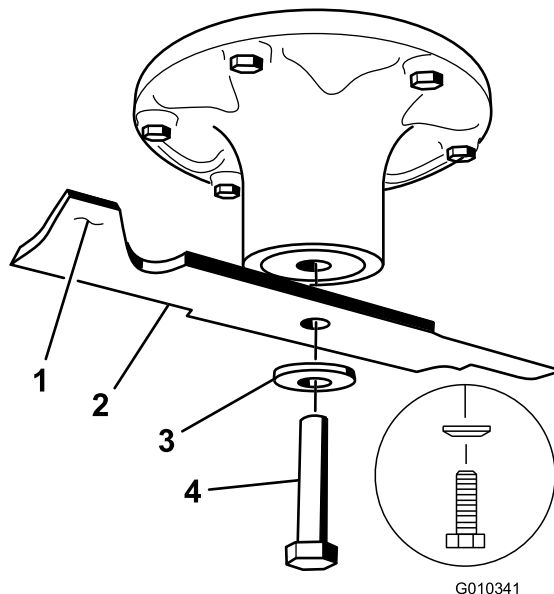

Рисунок 68
2. Отверните болт ножа, снимите изогнутую шайбу и нож с вала шпинделя (Рисунок 68).
1. Установите нож на шпindelь (Рисунок 68).
2. Установите изогнутую шайбу (чашеобразной стороной в сторону ножа) и болт ножа (Рисунок 68).